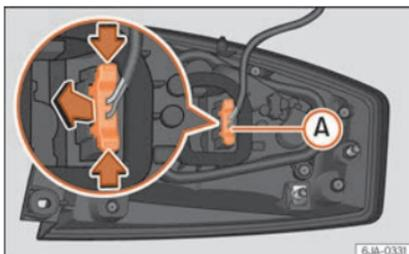

Abb. 99 Leuchtenstecker an der Rückseite der Heckleuchteinheit
- Lösen Sie den Stecker **A** »» **Abb. 99** der Leuchte, indem Sie die seitlichen Hebel betätigen (Pfeile) und den Stecker nach außen ziehen.